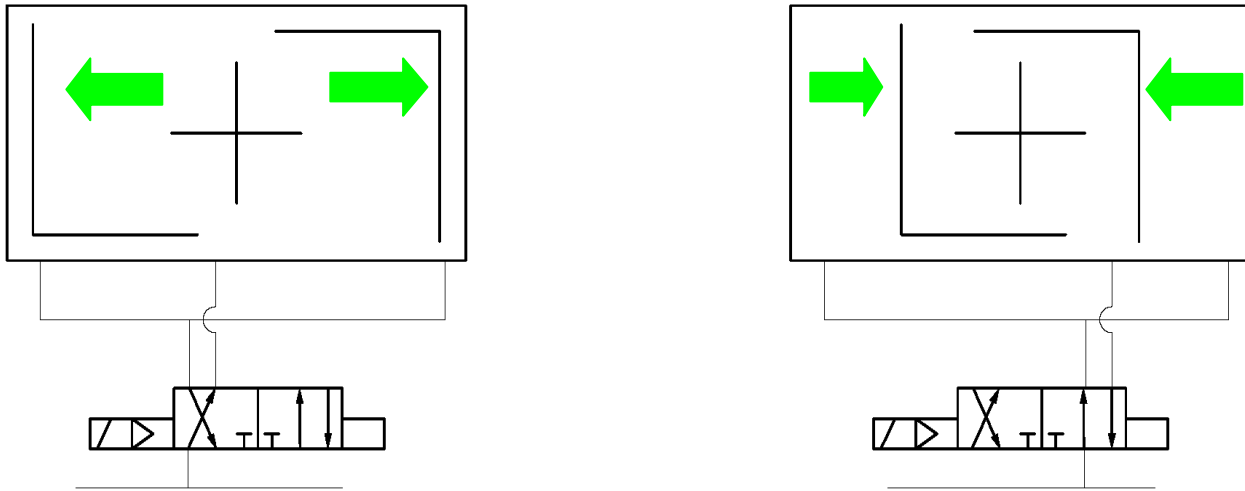

Bild 1: Schaltbilder für doppelwirkende Antriebe EB SYD
- ▶ doppeltwirkende Antriebe EB SYD sind in Bild 1